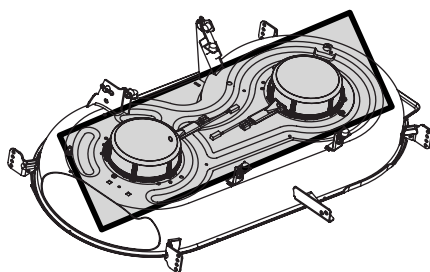

Figure 17
- Nettoyez la partie supérieure du plateau de coupe. Voir Figure 17.